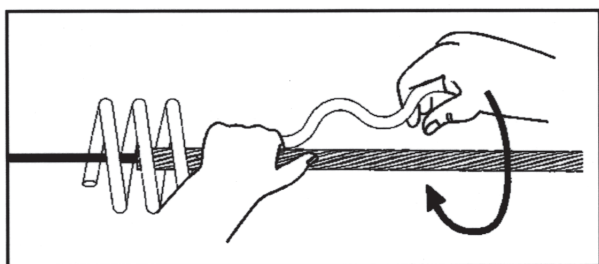

FIGURA 3 – APLICAR A SEÇÃO DE AGARRAMENTO
2.03 Uma vez que a seção de atenuação for propriamente posicionada, aplicar a seção de agarramento em volta das varetas de proteção preformadas conforme figura 3. Certifique-se de que a seção de agarramento está completamente instalada.